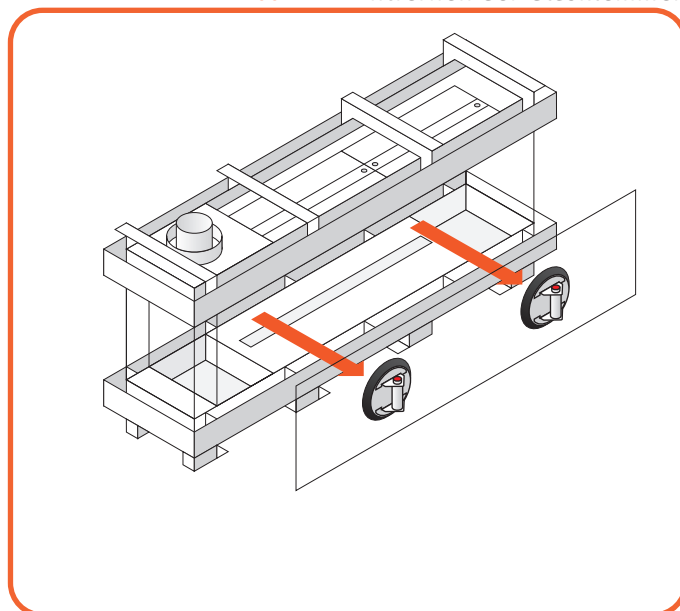

Abb. 9.19 Herausnehmen der Glasscheibe
- Setzen Sie den Saugnapf auf die Glasscheibe und vergewissern Sie sich, dass er sich fest angesaugt hat und sich nicht löst. (Siehe Abbildung 9.19)